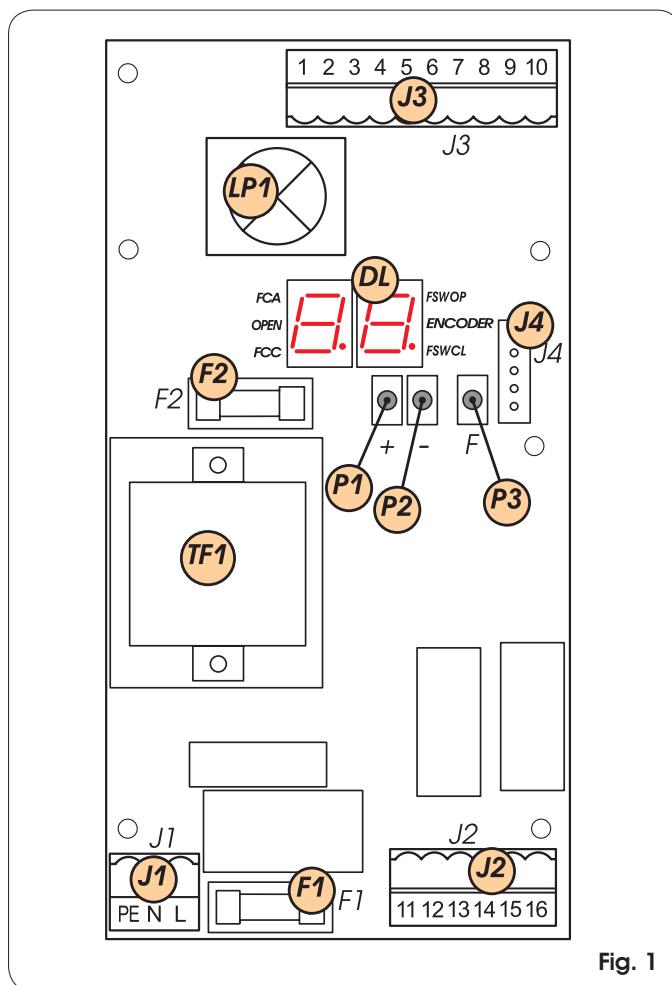

Fig. 1
- Conecte el cable de tierra al correspondiente borne previsto en el conector J1 del equipo (véase fig. 1).